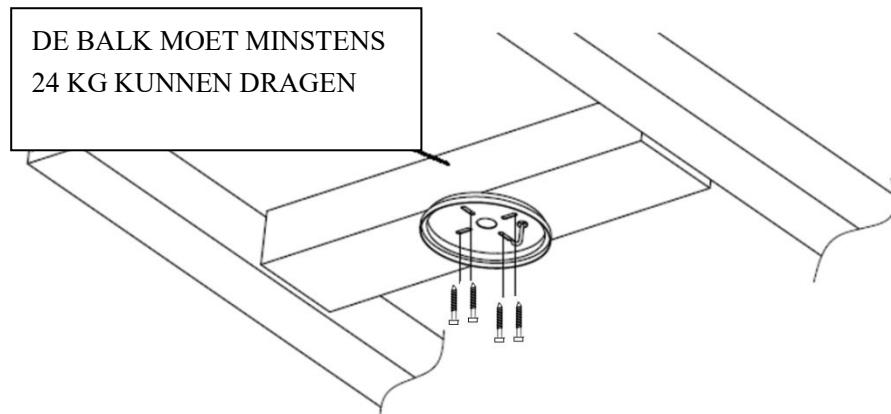

Afb. 1
- Controleer of alle onderdelen aanwezig zijn. U zou het volgende moeten hebben, zoals weergegeven in Afb.1: